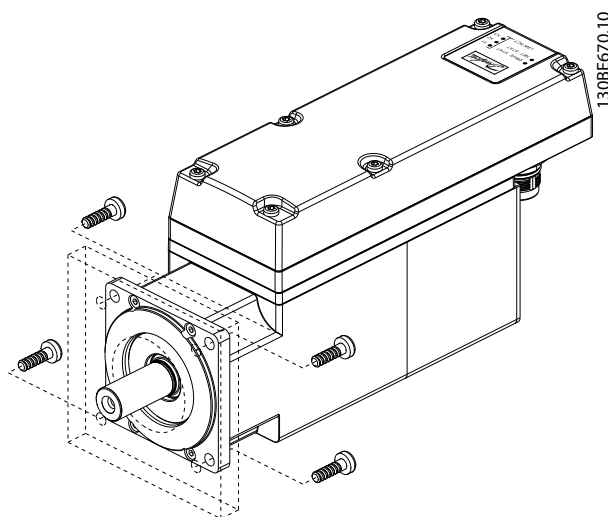
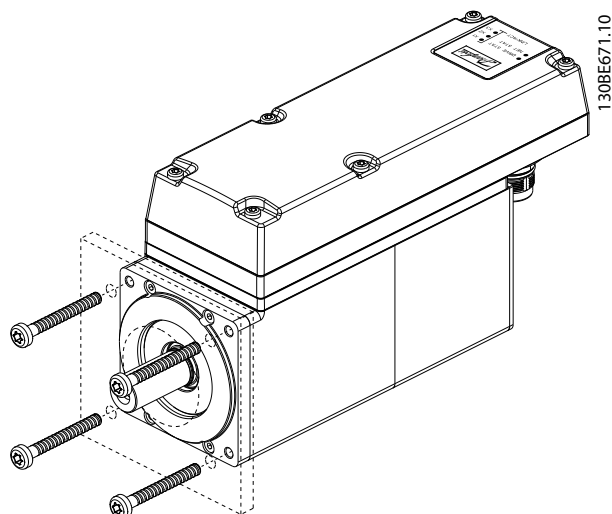

图 4.4 安装规格 1 (1.9 Nm)，规格 2 (2.9 Nm) 和规格 2 (3.8 Nm) 伺服驱动器
图 4.5 安装规格 2 (2.1 Nm) 伺服驱动器
3. 用四根螺钉，通过机器中为该目的提供的四个安装孔固定伺服驱动器（如图 4.4 和图 4.5 所示）。